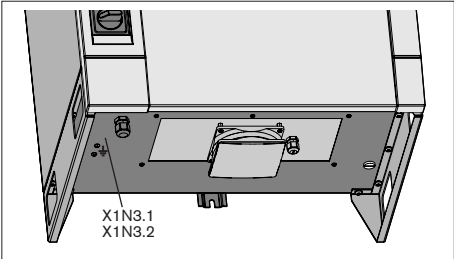

Fig. 5: Conexión de conductor protector X1N3.1/X1N3.2
Única medida de protección permitida según EN 50 178: protección por puesta a tierra. La línea de alimentación a la caja de sistema debe tener un conductor protector (PE), respectivamente. Además, se debe conectar un conductor protector con sección mínima de 10 mm² Cu; interface X1N3.1/ X1N3.2 en la parte inferior de la caja de sistema (Fig. 5).
El racor atornillado para cables (Ø 8 mm - 13 mm) se encuentra en la parte inferior de la caja de sistema (Fig. 5). La conexión a la red de la SB356 debe ser trifásica ($\geq 4 \times 2,5 \text{ mm}^2$) incluyendo el conductor protector (PE).